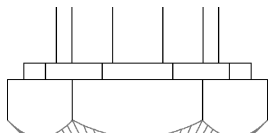
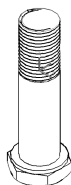

图 12-49 差集
图 12-50 消隐
- (9) 单击“三维工具”选项卡“实体编辑”面板中的“差集”按钮，从拉伸实体中减去旋转实体，消隐结果如图12-49所示。
- (10) 单击“三维工具”选项卡“实体编辑”面板中的“并集”按钮，合并所有图形。
- (11) 单击“视图”选项卡“视图”面板中的“西南等轴测”按钮，将当前视图方向设置为西南等轴测视图。
- (12) 选择菜单栏中的“视图”→“视觉样式”→“消隐”命令，对合并实体进行消隐，结果如图12-50所示。